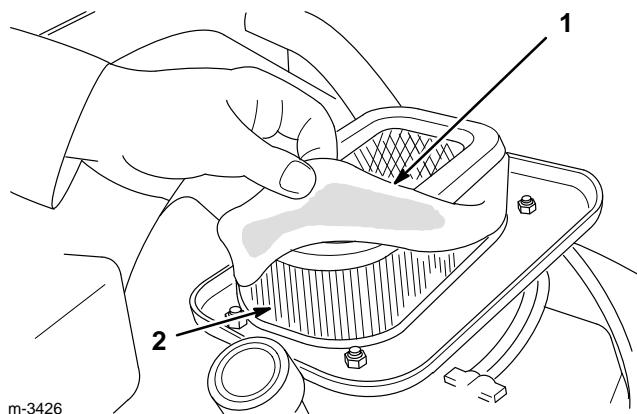

Abbildung 24
- 5.** Papiereinsatz und Schaumelement herausnehmen und voneinander trennen (Abb. 24).
1. Das Schaumelement vorsichtig auf den Papiereinsatz schieben (Abb. 24).